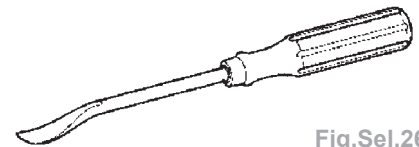

Fig.Sel.26
- A l'aide de l'outil Car.1597 (protégé par du ruban de masquage en son extrémité) (Fig.Sel.26).